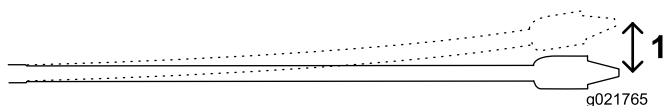

Bild 51
Die mit dieser Maschine verwendeten 3 m langen Gestängerrohre können sich über die Länge des Rohrs um bis zu 8 % biegen. Das entspricht einer Biegung von maximal 20 cm aus der Geraden (Bild 51).
- Zunächst werden die ersten 3 m mit Bohrer/Bohrgestänge ohne Lenkung in den Boden eingesenkt. Das Ende der Bohrkrone befindet sich in 76 cm Tiefe (Bild 51).